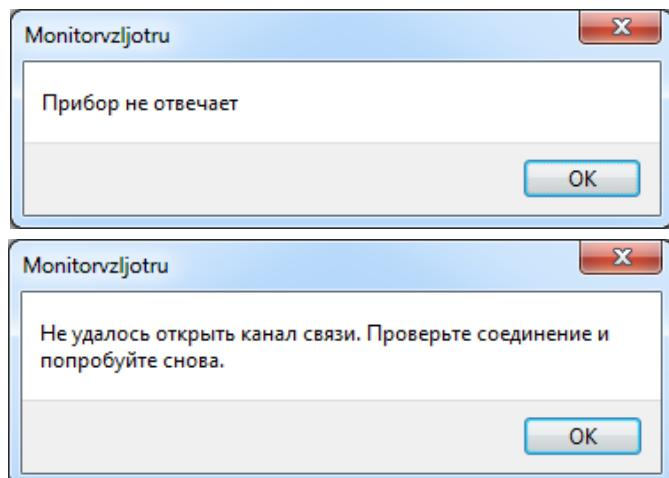

Рис.16. Сообщения при отсутствии связи с уровнемером.
5.1.4. При отсутствии связи с уровнемером на мониторе ПК будут индицироваться сообщения, показанные на рис.16.